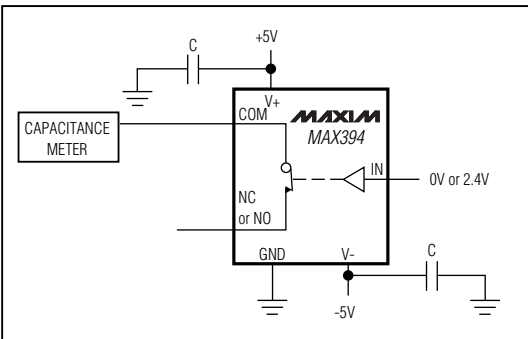

図3. チャンネルオフ容量
**Note 7:** Between any two switches. See Figure 3.